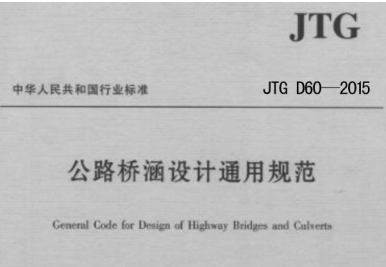

图 3.77 《公路桥涵设计通用规范》
(1) 固定荷载作用下结构内力计算在前面章节已经学习过，大家都已经掌握；这节课学习了移动荷载作用下结构量值的最大值和最小值的计算；那么对于整个结构来说，如何保证结构在施工、使用时的安全？我们计算的结果怎么用？请同学们查阅《公路桥涵设计通用规范》(JTG D60—2015)(见图 3.77)，探寻问题的答案。